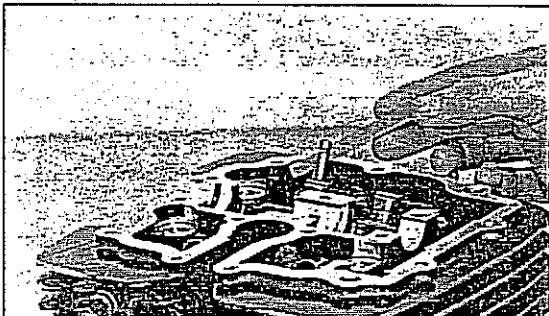

Bild 110
- Vor Entnahme der Ventile, Ventilkeilnuten auf Aufwerfungen oder Grate untersuchen. Gegebenenfalls mit feinem Ölstein Grate entfernen, siehe Bild 110.